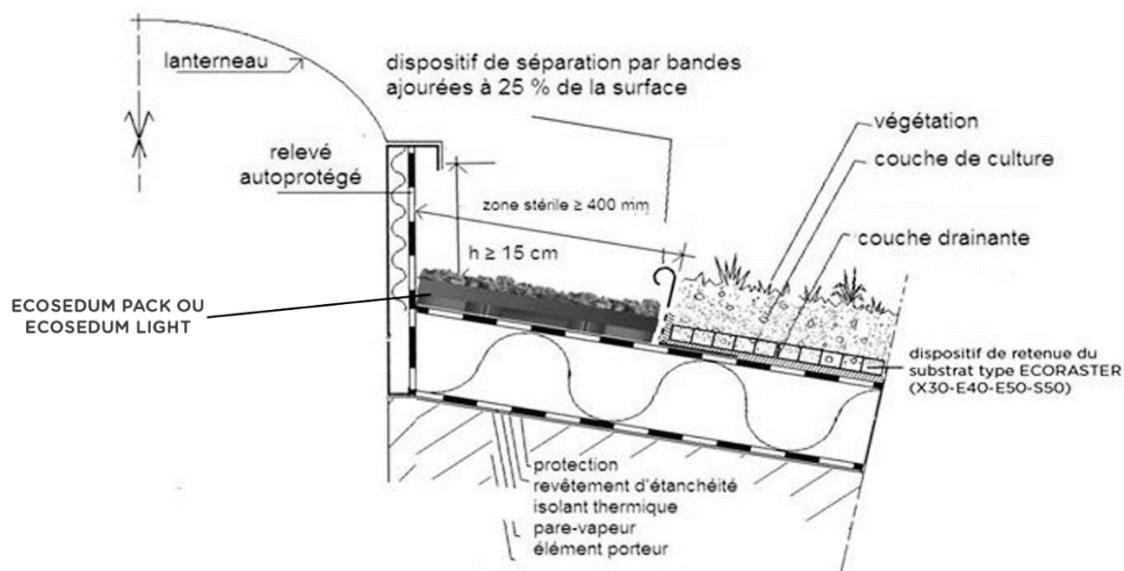
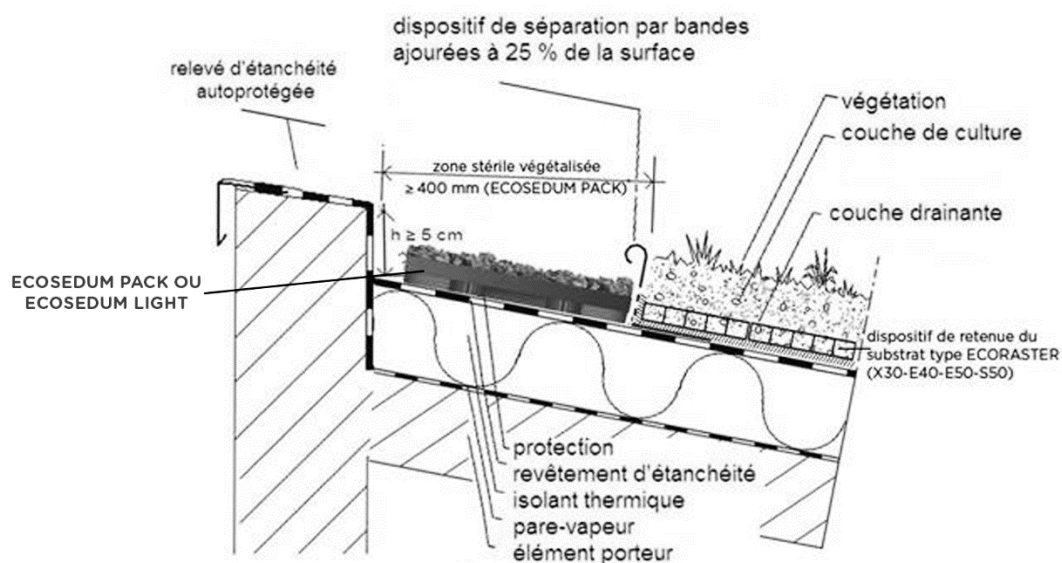
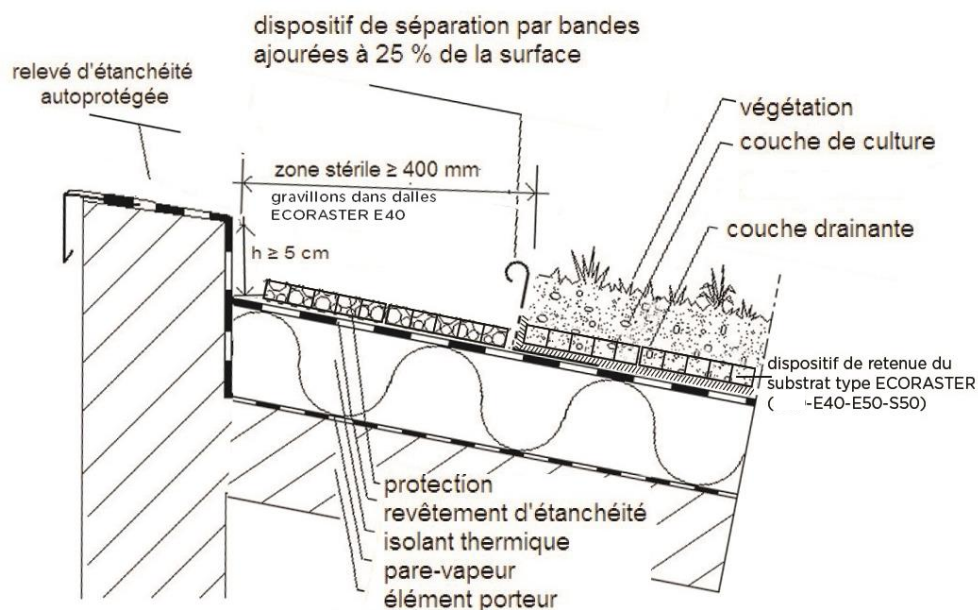

FIGURE 17 : EXEMPLE DE COUPE LATÉRALE AU DROIT DU RELEVÉ D'UNE COSTIÈRE DE LANTERNEAU AVEC ZONE STÉRILE EN ECOSDUM PACK ou ECOSDUM PACK LIGHT
FIGURE 18 : COUPE LATÉRALE – CAS PARTICULIER DE L'ACROTÈRE REVÊTU JUSQU'À L'ARÊTE EXTERIEURE
FIGURE 19 : COUPE LATÉRALE - CAS PARTICULIER DE L'ACROTÈRE REVÊTU JUSQU'À L'ARÊTE EXTÉRIEURE
- 15 cm minimum (voir Figure 17) ;
- 5 cm si le revêtement d'étanchéité revêt l'acrotère jusqu'à l'arête extérieure dans le cas d'élément porteur en maçonnerie (voir Figure 18 et Figure 19).
Relevés d'étanchéité contre costière de lanterneau : le dispositif de retenue étant toujours en place dans le cas de pentes $\geq 20\%$, en aval du lanterneau, la zone stérile est traitée soit de façon traditionnelle (cf § 10.2.2), soit en zone végétalisée avec les dalles préculтивées ECOSEDUM® et les bacs préculтивés ECOSEDUM PACK® ou ECOSEDUM PACK LIGHT® (voir Figure 17 à Figure 19), soit par remplissage des dalles ECORASTER® ou des bacs ECOSEDUM PACK® vides par des matériaux inertes naturels et non gélifs, tels que granulats courants, galets...